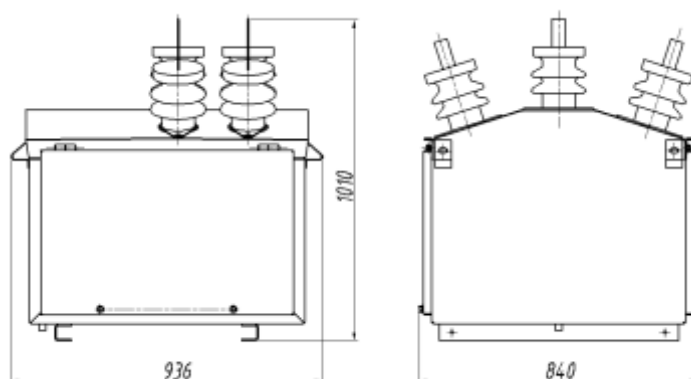

Рисунок 7
1.4.14. Габаритные размеры ВМ ПКУ приведены на рис.7.